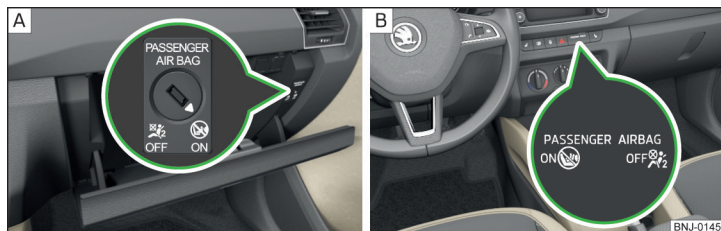

Bild 12 Nyckelbrytare för frampassagerarens frontairbag/kontrollampa för frampassagerarens frontairbag
Frampassagerarens frontairbag kan kopplas från med nyckelbrytaren » bild 12 på sidan 18 - A.
Positioner på nyckelbrytaren » bild 12 - A
- » Vrid spåret på nyckelbrytaren » bild 12 - A till position **OFF** med hjälp av nyckeln.
- » Kontrollera om kontrollampen **OFF** under texten **PASSENGER AIRBAG** » bild 12 - B lyser när tändningen slagits på.
- » Vrid spåret på nyckelbrytaren » bild 12 - A till position **ON** med hjälp av nyckeln.
- » Kontrollera om kontrollampen **ON** under texten **PASSENGER AIRBAG** » bild 12 - B lyser när tändningen slagits på.